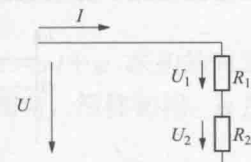

图 1-5 电阻串联示意图
(1) 电阻的串联 (见图 1-5)。把电阻一个接一个地连接成一串, 中间没有分支, 各电阻流过同一个电流, 这种连接方式称为电阻的串联 (以两电阻串联为例)。